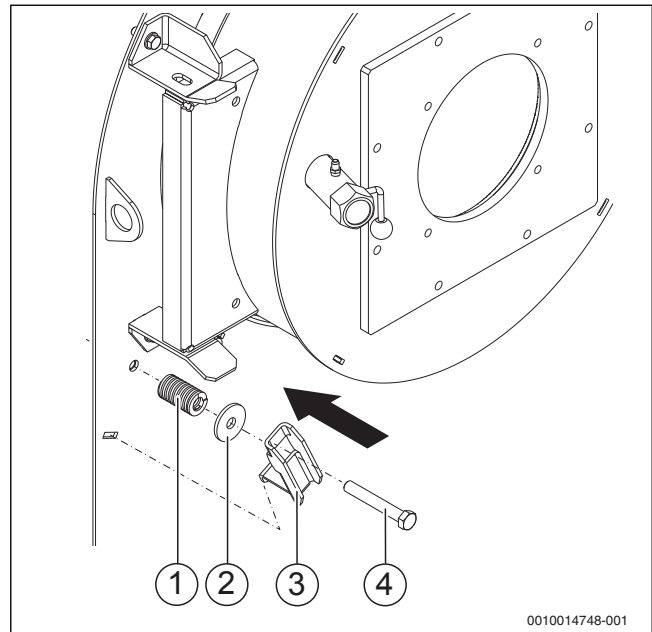

Рис. 15 Монтаж
- ▶ Снимите коромысло (→ рис. 15, [3], стр. 22).